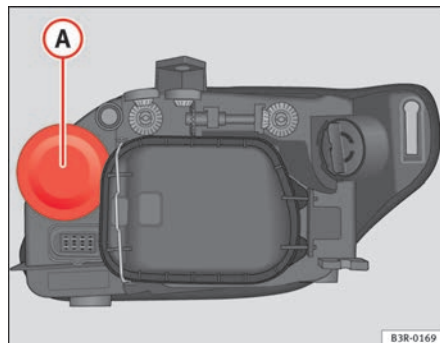

Fig. 191 Abbaglianti
- Rimuovere la copertura di gomma **A** ⇒ fig. 191 tirandola.